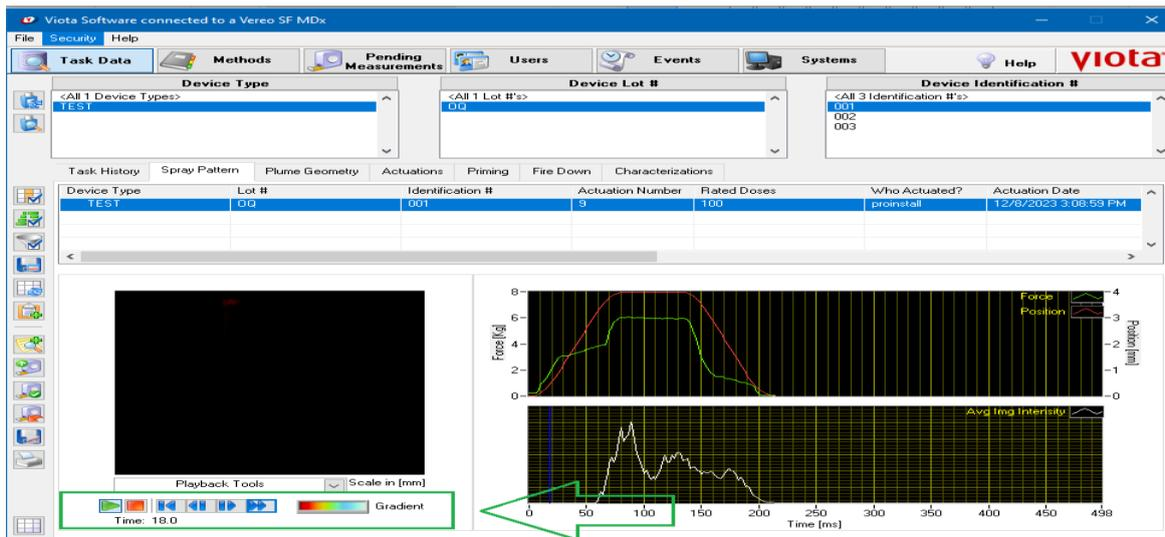

Figura 100. Controles das ferramentas de reprodução.
- **Playback Tools (Ferramentas de reprodução):** As imagens brutas do padrão de pulverização (conforme coletadas) serão recarregadas do banco de dados e exibidas junto com as ferramentas de reprodução conforme indicado na Figura 100 e descrito as funções na Figura 101.